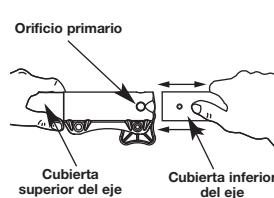

Fig. 2
- Mientras sostiene con firmeza el bastidor del eje superior, tire del accesorio de jardín hacia afuera del acoplador (Fig. 2).
- Mientras sostiene el accesorio con firmeza, empújelo en línea recta en el acoplador (Fig. 2).